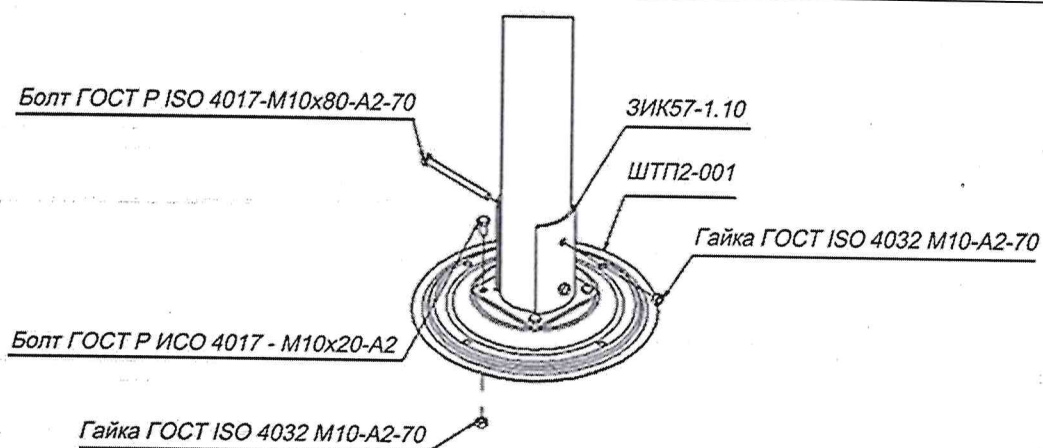

Рис. 11 Соединение опоры КН-4595.10.00 с ЗИК5757-1.10 и ШТП-100
6.9. Опоры КН-4595.10.00Б соединить с закладной ЗИК57-1.10 и фланцем ШТП2-001 и (Рис. 11). Опоры КН-4533.11.00Б и стойки КН-4985.11.00-04Б и КН-4985.11.00-06Б соединить с фланцами ШТП2-001 (Рис. 12).